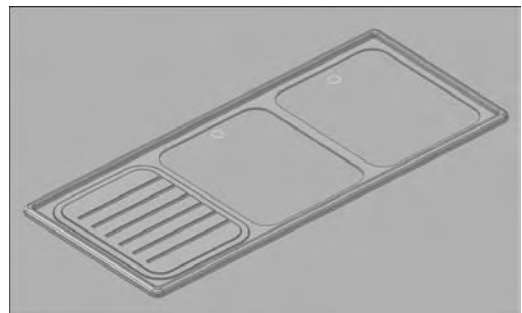

Fig.18.6
- 16 Effectuez une soustraction booléenne entre l'évier et les deux solides afin de percer celui-ci (fig.18.6).